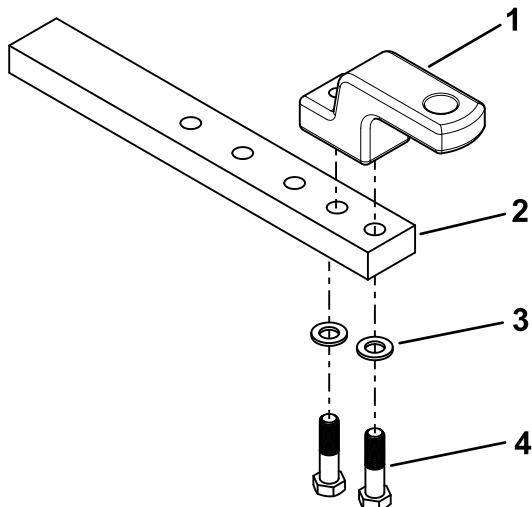

Figura 6
1. Utilizzate 2 viti (M18) e 2 rondelle per fissare la barra a martello alla barra di traino (Figura 6).